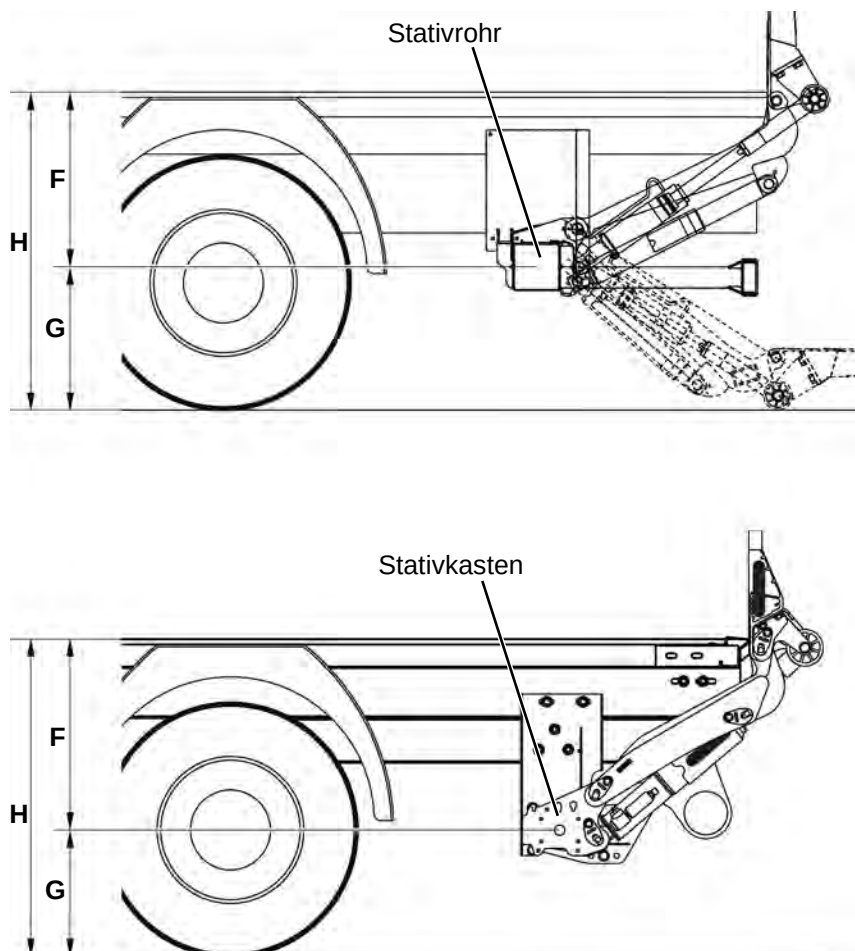

Abbildung 19: Stativrohr / Stativkästen positionieren
- Positionieren Sie das Stativrohr / die Stativkästen in der Höhe entsprechend der vorgegebenen Maße in der Anbauuntersuchung (Maße „F“, „G“ und „H“ in der Anbauzeichnung, siehe Abbildung 19).